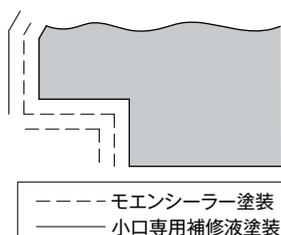

図4 モエン加工部の補修塗装
- ▶乾燥後、モエン出隅側端部切断面及び面取り加工面に小口専用補修液を、合いじゃくり加工部にモエンシーラーを塗布する。(図4参照)